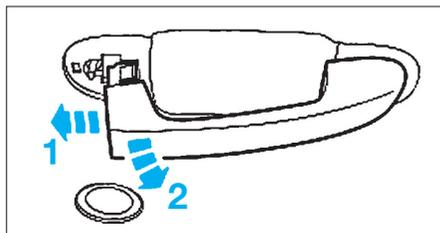

FIG. 64
- Faire glisser la poignée extérieure vers l'arrière afin de la dégager de son support (Fig.64).